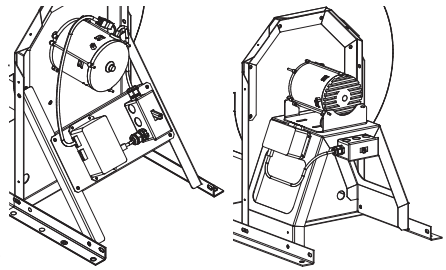

Figura 4
1. Consulte la Figura 4, fije el transformador a los ángulos del bastidor motriz utilizando los orificios ya existentes y los cuatro tornillos n.º 10 x 1/2 que se proporcionan.